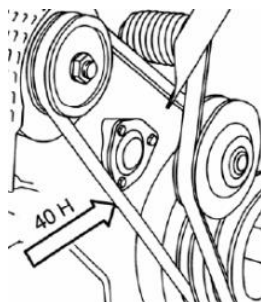

Рисунок 6 – Схема проверки натяжения ремня генератора
- установить прибор стержнями 11 на участок ремня, расположенный в ручьях шкивов между ними так, чтобы наконечник 4 прибора был направлен на ремень в центре измеряемого участка (рисунок 6);